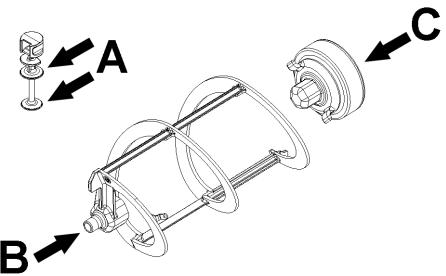
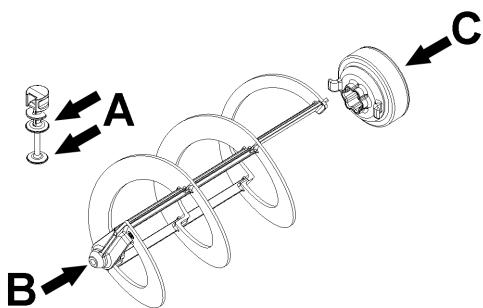

figure 9
figure 10
- 2 Lubrifier le piston du robinet, le joint hexagonal et le mélangeur aux points indiqués dans la (voir figure 9) (NG6) ou (voir figure 10) (NG10). Utiliser uniquement la graisse fournie avec la machine ou une autre graisse prévue pour un usage
3 Remettre le robinet en place sur le bac en effectuant les opérations de la (voir figure 9) (voir figure 10) en sens inverse.